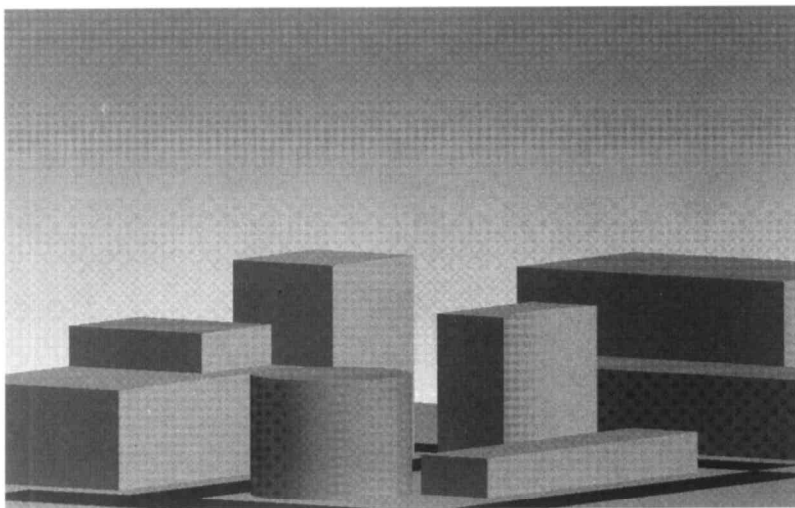

图 7-14
- Gradient (渐变选项) 当这一选项被选时，你可以用两到三种颜色混合后覆盖在背景上，如图7-14所示，对话框的Colors区被激活，可以通过它们来定义颜色。同时 Horizon、Height和Rotation编辑框被激活，可用它来设置颜色。